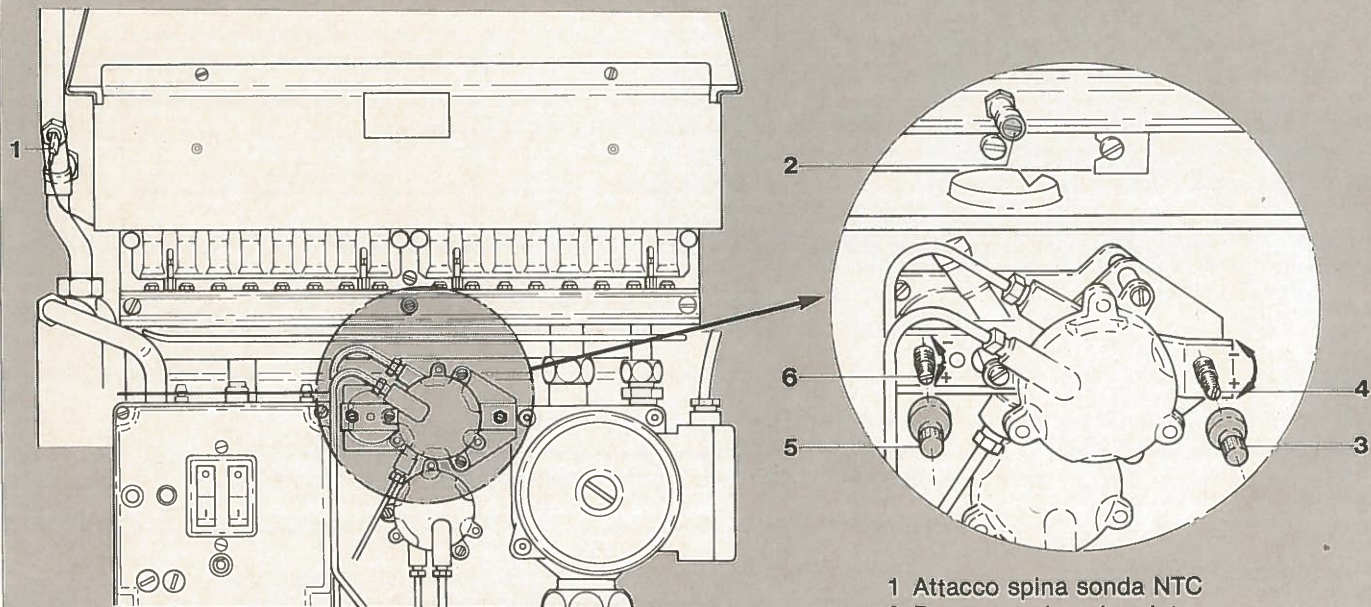

Fig. 12
a) Staccare il collegamento della sonda NTC (1) fig. 12.
o) Ricollegare la spina alla sonda NTC (1) fig. 12.